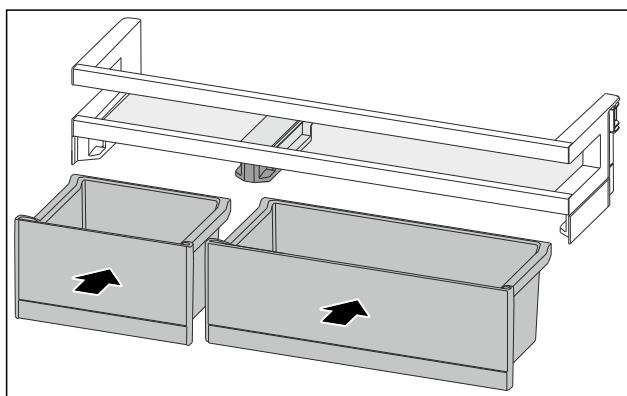

Fig. 113
- Vstavite bokse VarioBox v obratnem vrstnem redu. (glejte Fig. 113)